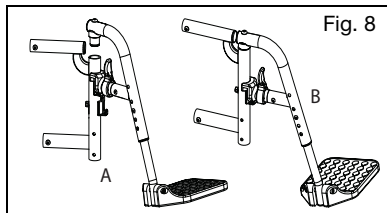

Fig. 8
- a. Inserte el receptor pivotante del swing-away en el alojamiento que se halla en el tubo frontal del chasis (Fig. 8:A).
- b. Haga rotar el apoyapiés de manera tal que quede alineado con el chasis y se fije en su lugar dentro al pestillo de bloqueo (Fig. 8:B).